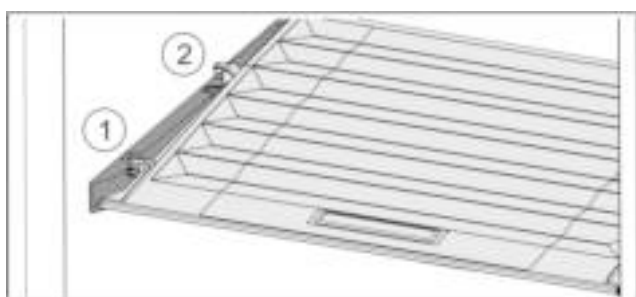

Fig. 33
- ▶ Deksel tot de opening in de vasthoud delen naar voren trekken Fig. 33 (1).
- ▶ Aan de achterkant vanaf de onderkant omhoog tillen en vanaf de bovenkant verwijderen Fig. 33 (2).